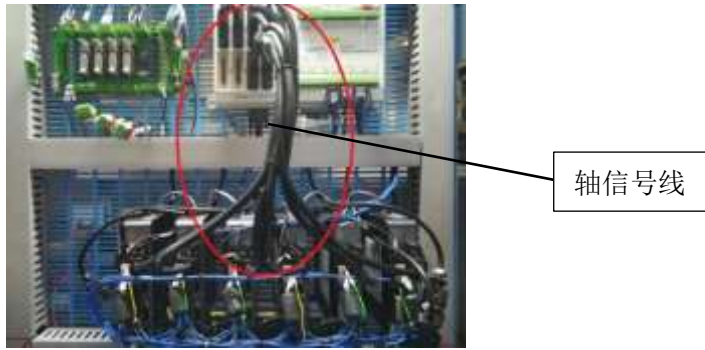

图 2-2 控制器与驱动器轴信号的安装示意图
- 2) 控制器与驱动器轴信号线路的安装(驱动器 C2)，效果如图 2-2 所示。